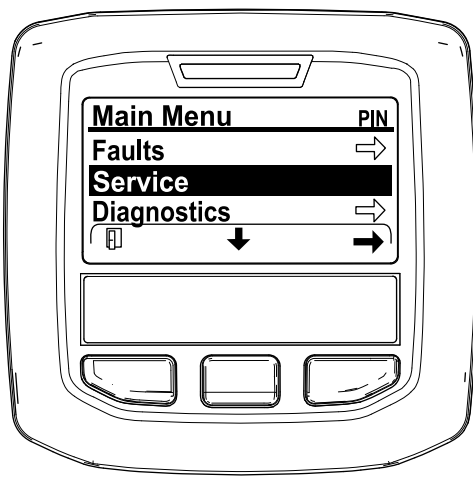

Figura 44
2. Desde el menú PRINCIPAL, pulse el botón central para desplazarse hacia abajo hasta el menú SERVICE (Servicio) y pulse el botón derecho para seleccionar la opción SERVICE (Servicio) (Figura 44).